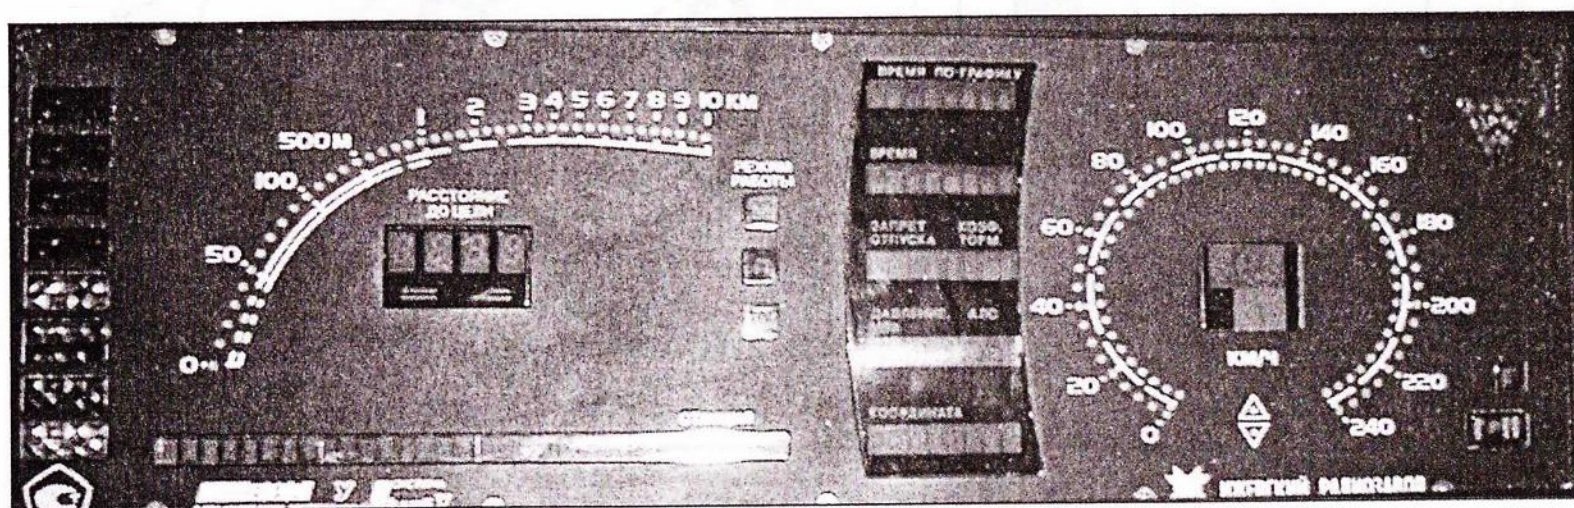

Рис. 2.8. Блок индикации локомотивный (КЛУБ-У)
- панели блоков индикации КЛУБ-У (рис. 2.8);